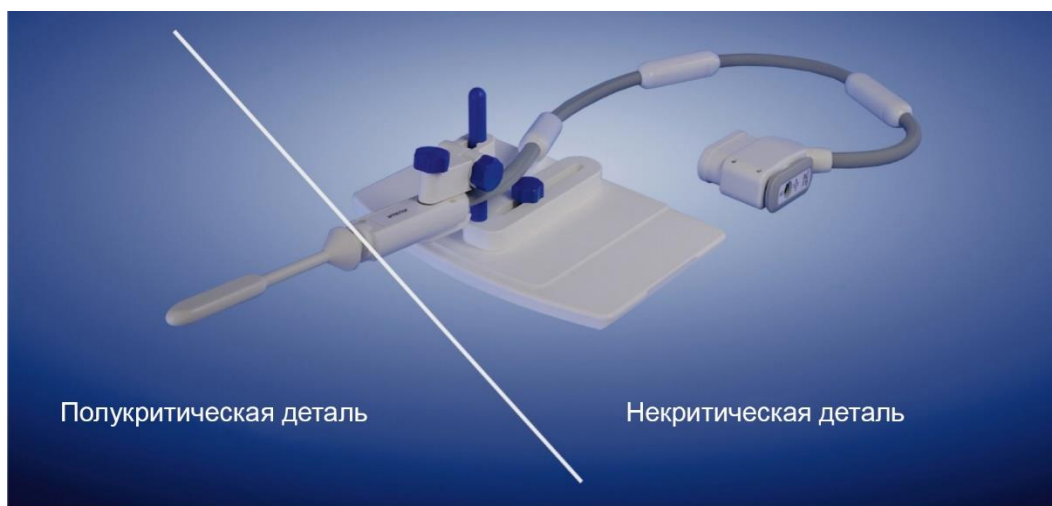

Рисунок 14. Классификация изделий в отношении повторной обработки.
- а. Наденьте защитную гильзу на разъем катушки (см. Рис. 14).
Данное устройство, за исключением МР-зонда, классифицируется как некритическое в отношении повторной обработки. МР-зонд классифицируется как полукритическое медицинское изделие (см. Рис. 14) в том, что касается повторной обработки. Следовательно, МР-зонд нуждается в дезинфекции высокого уровня.